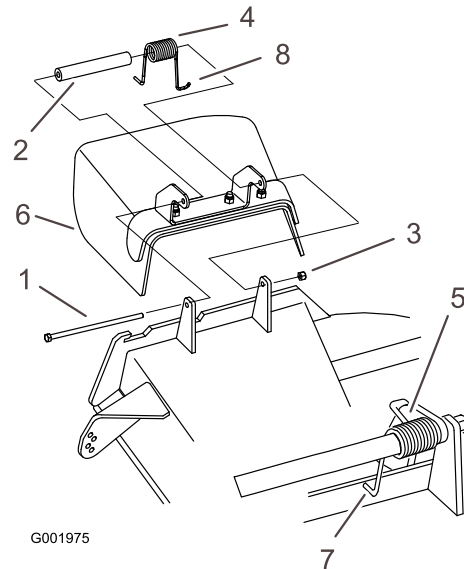

Figure 72
1. Retirez le contre-écrou, le boulon, le ressort et l'entretoise qui fixent le déflecteur aux supports de pivot (Figure 72). Enlevez le déflecteur s'il est endommagé ou usé.
Remarque: Prenez soin de placer l'extrémité en L du ressort derrière le bord du tablier avant de mettre le boulon en place, comme indiqué à la Figure 72.
3. Remettez le boulon et l'écrou. Accrochez l'extrémité en J du ressort au déflecteur d'herbe (Figure 72).